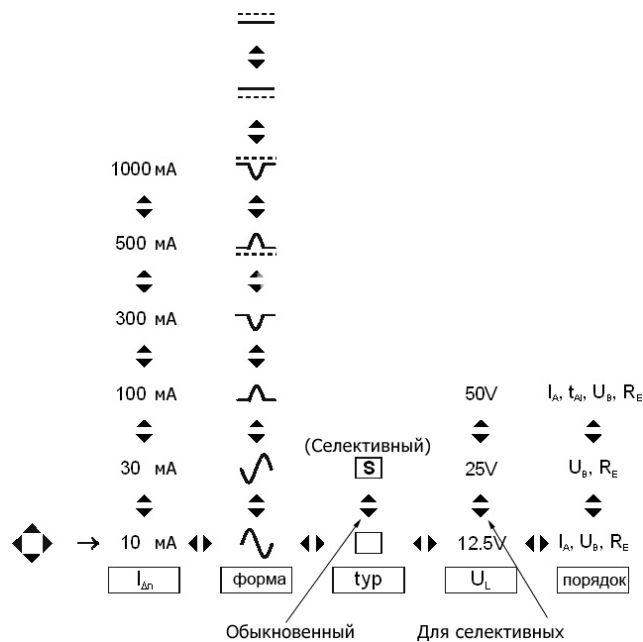

Рис.17. Выставление параметров измерения I_A
- выставить параметры измерения согласно алгоритму, представленному на Рис.17;